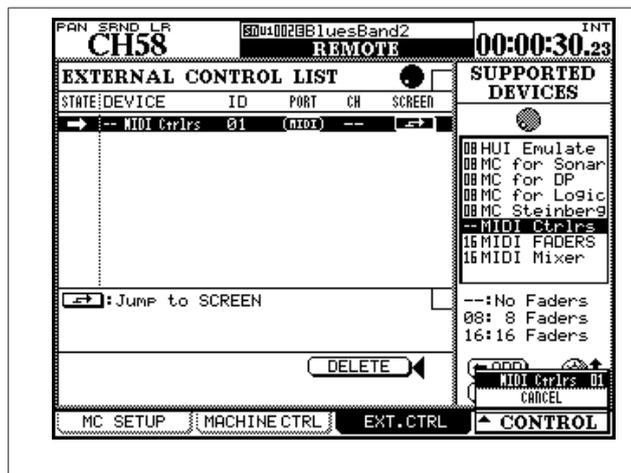

Figura 8.3: schermata External Control
2. Spostare il cursore nella colonna SCREEN con il pulsante nella schermata e premere ENTER o (come mostrato in Figura 8.3, schermata External Control), premere il POD 4 per far apparire il popup menu (se MIDI controllers è il solo dispositivo selezionato, allora questo sarà l'unica opzione oltre a CANCEL) e usare POD 4 per evidenziare l'opzione controller.
1. Selezionare l'opzione MIDI FADERS dalla schermata External Control (Figura 8.3, schermata External Control).
1. Selezionare l'opzione MIDI Mixer dalla schermata External Control (Figura 8.3, schermata External Control).